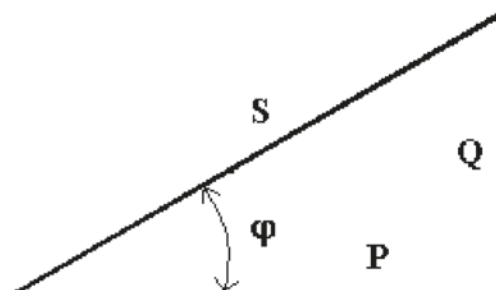

Fig. 10
Si tratta della misura di potenza in regime sinusoidale anche in presenza di un carico complesso, ovvero un carico che contempli anche una componente reattiva. È il caso di un carico che oltre ad una resistenza presenti una componente induttiva o capacitiva, in questo caso tensione e corrente sul circuito risultano sfasate e oltre ad una potenza attiva risulta presente una potenza reattiva. Si definiscono pertanto tre tipi di potenza: potenza attiva (P), potenza reattiva (Q) e potenza apparente (S). Esse vengono rappresentate nel triangolo delle potenze (Fig. 10) e definite dalle equazioni: